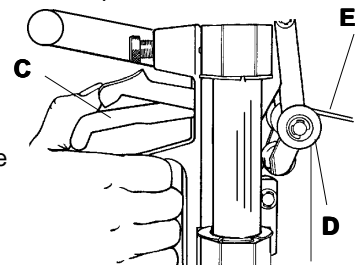

Figure 20
7. Raise the **CUTTING HEAD** and depress the **LONG THUMB LEVER (C)** to push the white **BREAK OUT ROLLERS (D)** against the plastic **(E)** near the top edge as in **Figure 20**. Press on the **LONG THUMB LEVER** until you hear the cracking sound of the plastic breaking. While holding this
7. Schieben Sie den **Schneidekopf** hoch und drücken Sie den **langen Hebel (C)** nieder, um die weißen **Ausbrechrollen (D)** gegen die Plasticscheibe **(E)** an der oberen Kante anzulegen (siehe **Abbildung 20**). Drücken Sie auf den **langen Hebel** bis Sie ein Brechgeräusch hören. Ohne den Druck auf die Rollen zu verändern ziehen Sie jetzt den **Schneidekopf** so weit wie möglich nach unten. Die Plasticscheibe wird jetzt an der Anrißlinie gebrochen sein.
7. Levez la **TÊTE DE COUPE** et appuyez sur le **LEVIER DE TAQUET LONG (C)** pour pousser les **ROULEAUX DE DÉCOUPAGE** blancs **(D)** contre le plastique **(E)** près du rebord supérieur comme dans la **Figure 20**. Appuyez sur le **LEVIER DE TAQUET LONG** jusqu'à ce que vous entendiez le son du plastique qui se casse. Tout en maintenant la même pression sur les **ROULEAUX**, rabaissez la **TÊTE DE COUPE** tout à fait en bas. Le plastique sera découpé en suivant la ligne d'entaille.